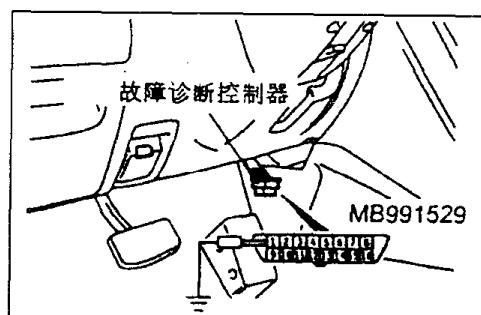

图1-1-2
(1)用专用工具将故障诊断连接器的1号端子(故障诊断控制端子)接地，如图1-1-2所示。